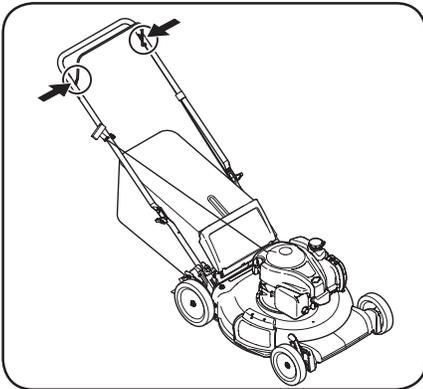

Figure 4-1
1. Lubrifiez les points de pivotement de la commande de lame avec de l'huile légère au moins une fois par saison. Cette commande doit se déplacer facilement dans les deux directions. Voir Figure 4-1.